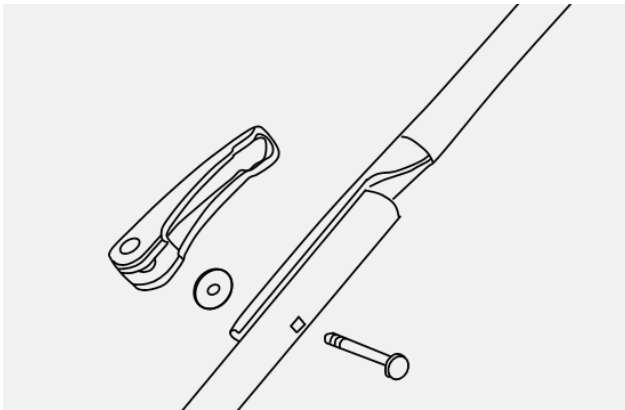

Abb. 3
- 2) Verbinden Sie das Ober- und Unterteil des Griffes mithilfe der mitgelieferten Schrauben und Muttern (Abb. 3).